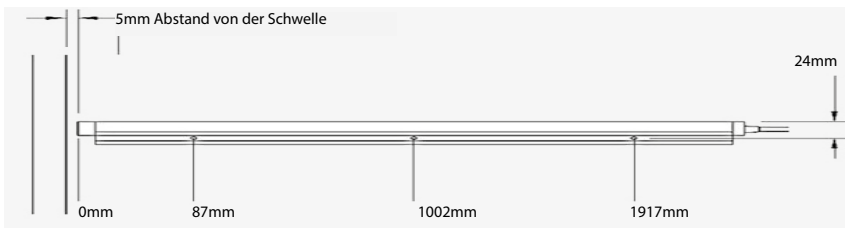

Abb. 2: E10 Befestigungslöcher
2. Positionieren Sie alle Detektoren an den Türen 5mm über der Türschwelle (Abb. 2).